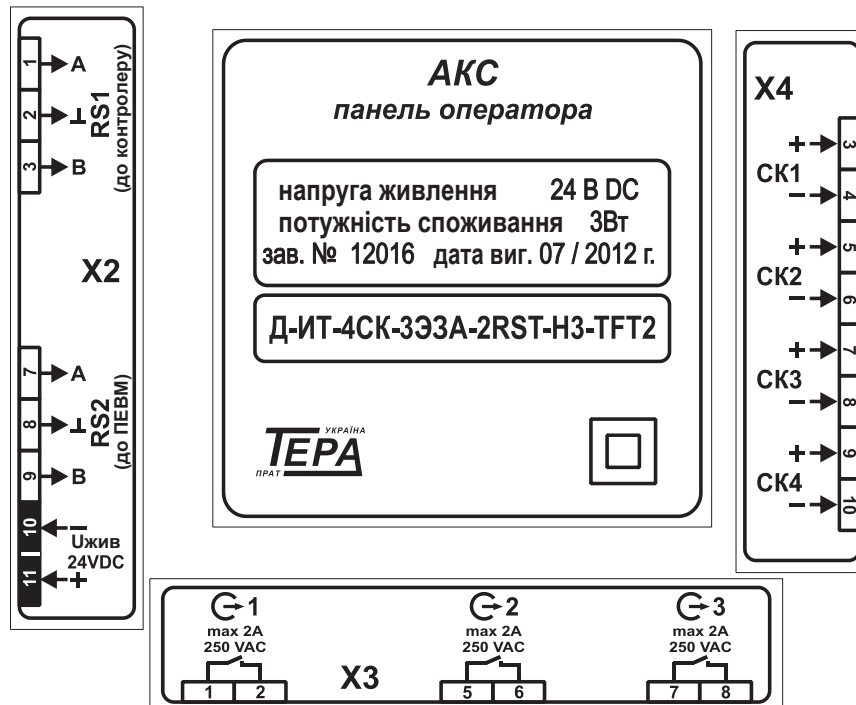

Рис.9.1 - Призначення контактів панелі оператора регулятора.
9.1 Призначення контактів панелі оператора регулятора наведено у рис. 9.1.